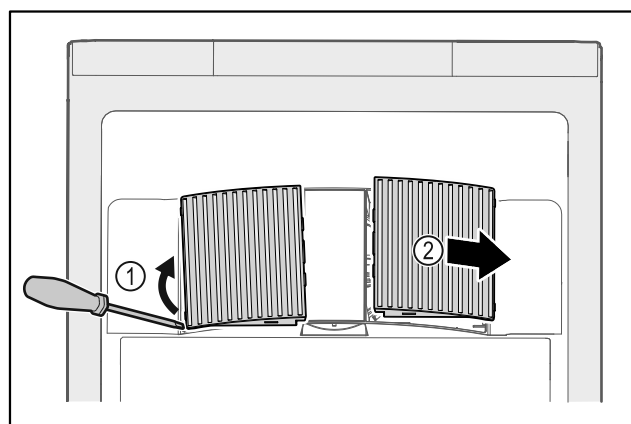

Fig. 145
- Lirk forsigtigt ventilatorafdækningerne ud fra siden Fig. 145 (1), og tag dem af forfra Fig. 145 (2).